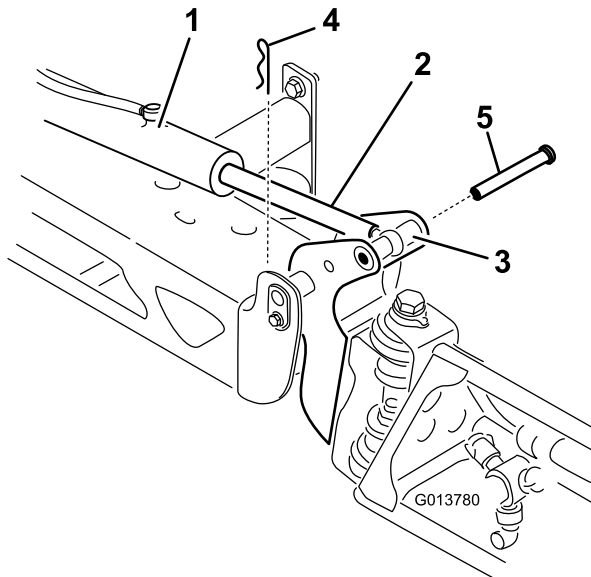

Figure 108
2. Retirez la goupille fendue de l'axe de pivot (Figure 108).
3. Élevez la rampe et retirez l'axe (Figure 108), puis abaissez lentement la rampe au sol.
9. Tout en maintenant la rampe, insérez l'axe dans le pivot de rampe et la tige du vérin (Figure 108).